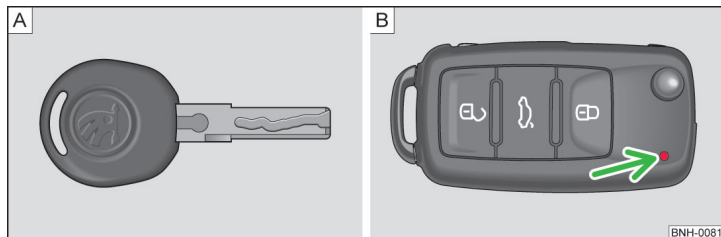
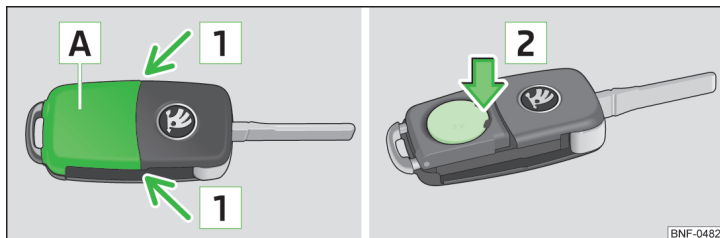

Abb. 26 Schlüssel: ohne Fernbedienung / mit Fernbedienung
Abb. 27 Funkschlüssel: Deckel abnehmen / Batterie herausnehmen
Mit dem Fahrzeug werden zwei Schlüssel ausgeliefert. Je nach Ausstattung kann Ihr Fahrzeug mit Schlüsseln ohne Funkfernbedienung » Abb. 26 - A oder mit Funkfernbedienung » Abb. 26 - B ausgestattet sein.
Jeder Funkschlüssel enthält eine Batterie, die unter dem Deckel **A** untergebracht ist » Abb. 27. Wenn die Batterie entladen ist, blinkt nach dem Drücken einer Taste auf dem Funkschlüssel die rote Kontrollleuchte » Abb. 26 auf Seite 48 - **B** nicht. Wir empfehlen Ihnen, die Schlüsselbatterie von einem Fachbetrieb wechseln zu lassen. Falls Sie jedoch die entladene Batterie selbst wechseln möchten, gehen Sie wie folgt vor.
- Die Batterieabdeckung mit dem Daumen oder mit einem flachen Schraubendreher im Bereich der Pfeile **1** abdrücken » Abb. 27.